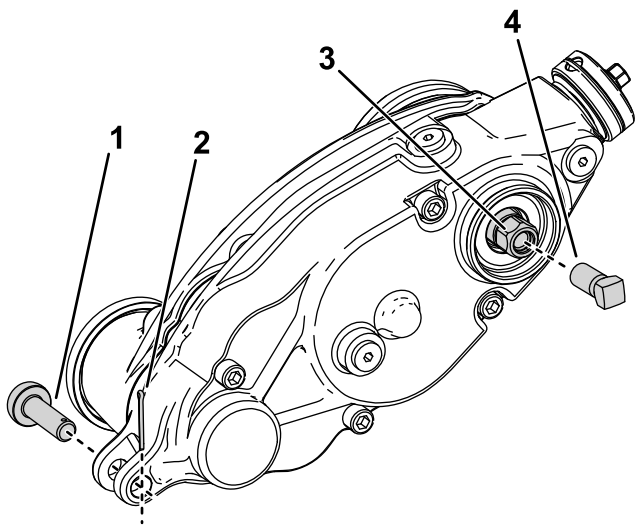

图29
3. 卸下将疏草刀驱动箱连接到调整臂的调节销和开口销图29。
5. 如图29所示将加固螺丝零件号 1-803022——单独出售安装到疏草刀驱动六角头的内螺纹并上紧扭矩至 13.5Nm。
6. 转动疏草刀驱动六角头将疏草刀驱动箱从剪草滚刀上卸下图29。